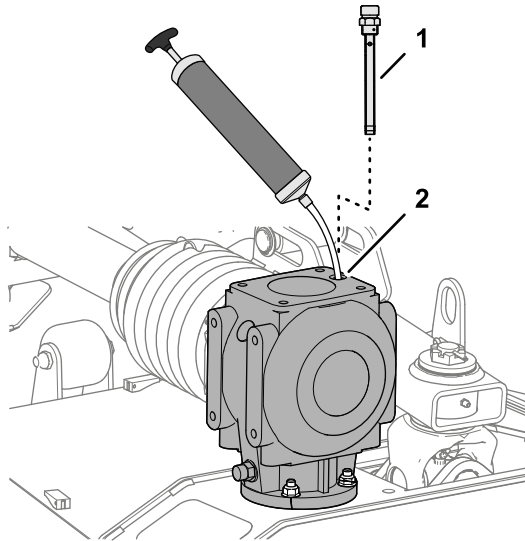

Figura 62
1. Retire la varilla de la parte superior de la caja de engranajes (Figura 62).
2. A través del orificio de la varilla, utilice una bomba de aspiración para retirar el fluido de la caja de engranajes (Figura 62).